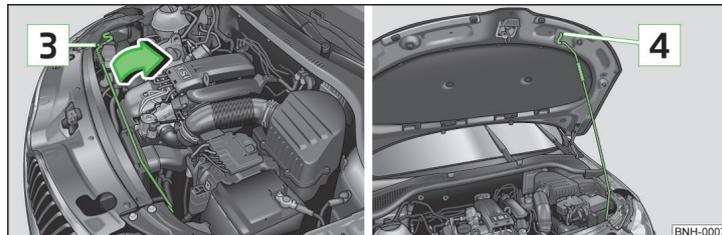

Fig. 112 Bloccaggio del cofano motore
- Premere la leva di sbloccaggio in direzione della freccia (2); il portellone si sbloccherà.
- Estrarre il sostegno del cofano dal supporto (3) nella direzione indicata dalla freccia » fig. 112 e mettere in sicurezza il cofano aperto, in maniera tale che l'estremità del sostegno finisca nell'apertura (4).